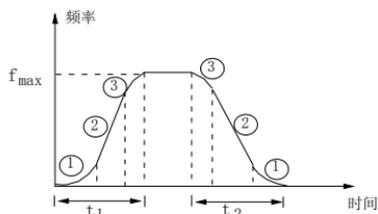

图 5-14 S 曲线加减速
输出频率按照 S 形曲线递增或递减，如图 5-14 所示。
S 曲线起始段时间如图 5-14 中①所示, 这里输出频率变化的斜率从 0 逐渐递增。
S 曲线上阶段时间如图 5-14 中②所示, 这里输出频率变化的斜率恒定。
S 曲线结束段时间如图 5-14 中③所示, 这里输出频率变化的斜率逐渐递减到 0。